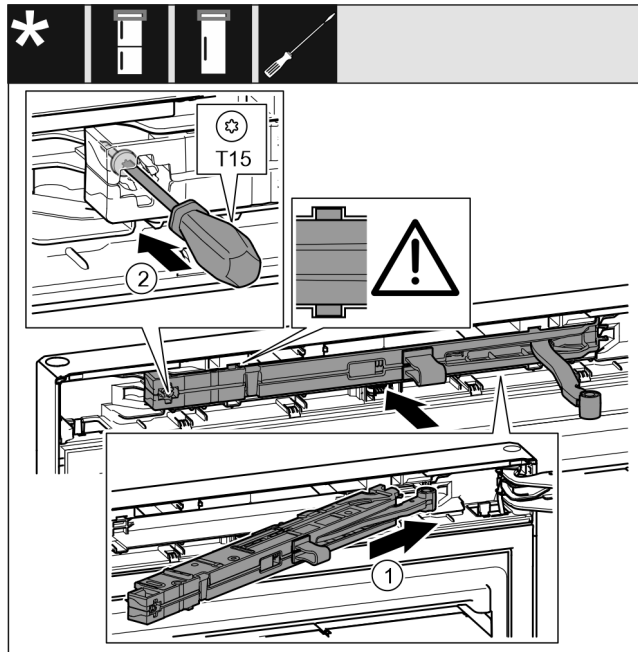

Fig. 33
- ▶ Shtyni pjerrtas deri në fund brenda në fole njësine e amortizatorit të mbylljes Fig. 33 (1), në anën e bazamentit mbështetës.
- ▶ Mbërtheni fort vidën Fig. 33 (2) me një kaçavidë.